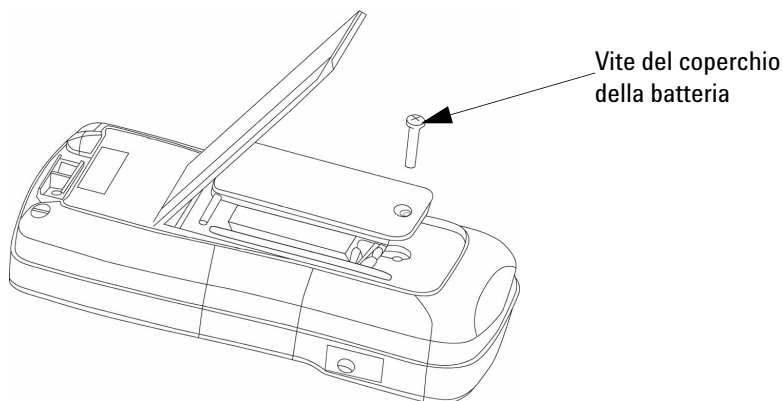

Figura 4-1 Sostituzione della batteria
- 2 Svitare il coperchio della batteria (consultare la Figura 4-1).